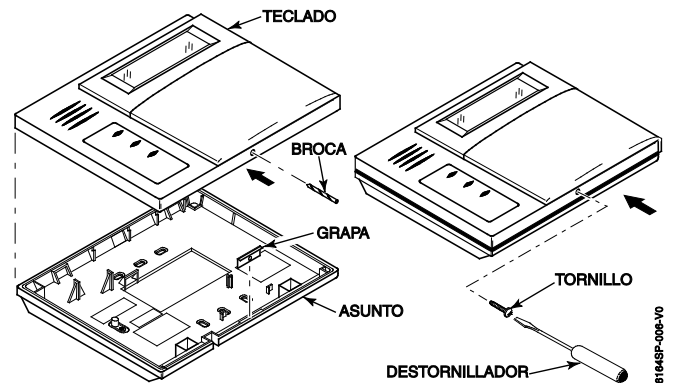

Figura 4. Instalación de grapa de bloqueo
1.	Inserte el grapa de fijación en el retén ubicado en el fondo (ver Figura 4)